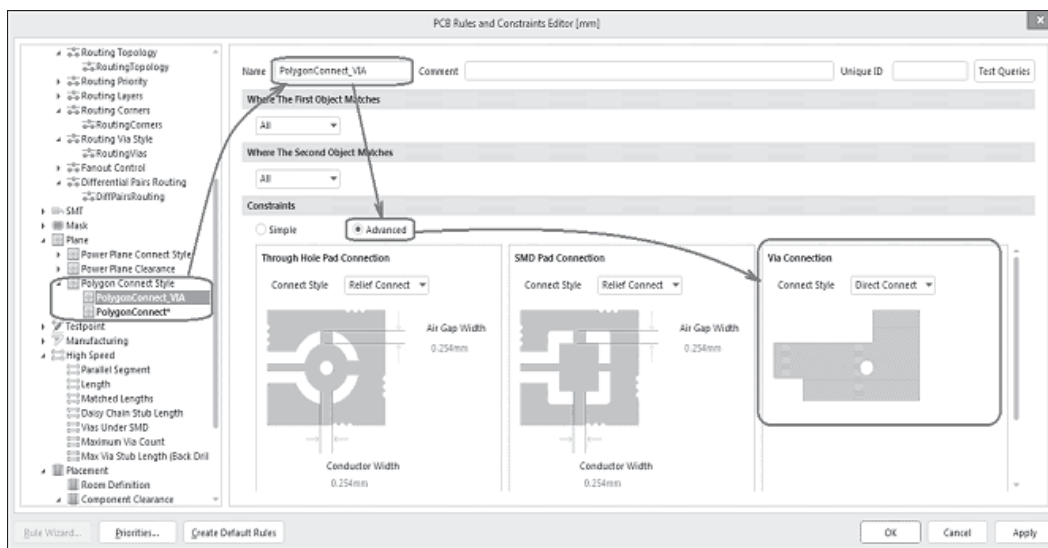

Рис. 5.7. Правила подключения компонентов к областям металлизации
1. Командой меню **Design | Rules** открыть диалоговое окно настройки правил проектирования (рис. 5.7).
12. По щелчку на кнопке **OK** окончательная строка запроса (**InNet('GND')**) **And IsVia** передается в поле секции **Where the First Object Matches** окна, показанного на рис. 5.7.
14. По щелчку на кнопке **OK** запрос **IsPolygon** передается в поле секции **Where The Second Object Matches** окна, показанного на рис. 5.7.